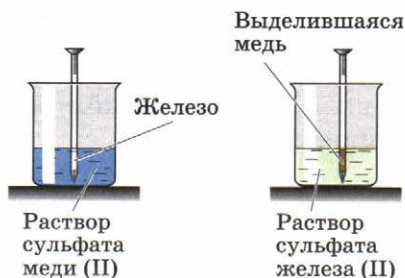

Рис. 98. Реакция замещения меди в её растворе железом
3. Взаимодействие металлов с растворами солей (рис. 98):